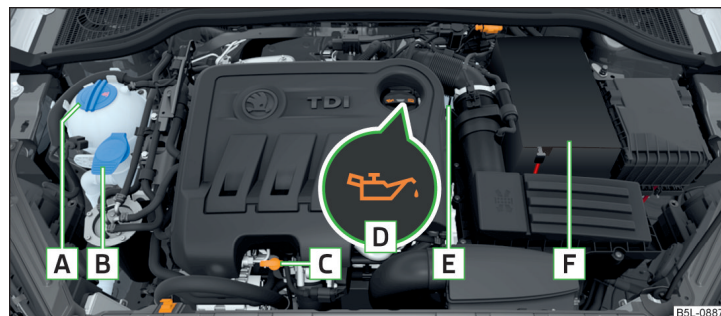

Fig. 159 Ejemplo de orden en el vano motor
- Desenrosque el tapón de la boca de llenado de aceite de motor **D** » fig. 159 de la pág. 149.